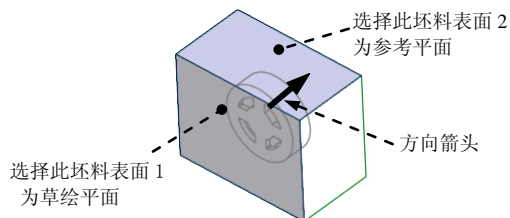

图 18.16 定义草绘平面
(1) 单击 **编辑模具体积块** 操控板 **形状** 区域中的  **拉伸** 按钮，此时系统弹出“拉伸”操控板。
(2) 选择 **视图** 功能选项卡 **模型显示** 区域中的“显示样式”按钮 ，按下  **消隐** 按钮，将模型的显示状态切换到实线线框显示方式。
(3) 定义草绘截面放置属性。在绘图区空白处右击，从系统弹出的菜单中选择 **定义内部草绘** 命令；选取图 18.16 所示的坯料表面 1 为草绘平面，接受图 18.16 中默认的箭头方向为草绘视图方向，然后选取图 18.16 所示的坯料表面 2 为参考平面，方向为 **上**。单击 **草绘** 按钮，进入草绘环境。